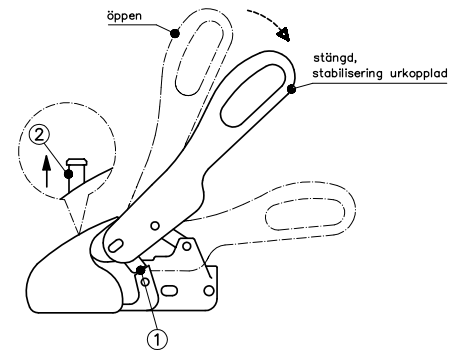
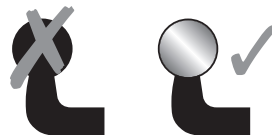

Bild 4 : Påkoppling
Bild 8 : "metallblank"
Använd handtagen på släpvagnen för rangering och inte WS 3000/3500's manöverspak. Den öppna kulkopplingen läggs på dragfordonets dragkula (bild 4). Genom kultrycket och en eventuell extra belastning av dragstången, låses kulkopplingen automatiskt och säkringsckenorna (1) på sidorna står parallellt med kopplingshusets säkringsytor (bild 4). Om dragkulan är i kopplingshuset syns kontrollindikeringens (2) gröna stift (bild 4).
Vid längre driftuppehåll bör släpvagnen parkeras med låst kulkoppling. Lyft för detta det öppna manöverhandtaget (bild 4) och dra samtidigt kulskålen (rörlig del – bild 8) framåt eller tryck in SAFETY BALL i kulskålen och stäng manöverspaken långsamt.
Dragkulan måste vara måttiktig, oskadad, ren och fettfri. Vid dacrometbehandlade (matt silverfärgat korrosionsskydd) liksom lackerade dragkular måste belägningen **före den första körningen** avlägsnas helt med slippapper med en kornstorlek på 200-240 och därefter rengöras med t ex förtunning eller sprit så, att den inte kan fastna på friktionsbeläggens yta. Dragkulans yta måste vara "**metallblank**". (bild 8) En defekt eller smutsig dragkula ökar slitaget på friktionsbeläggen, en infettad dragkula reducerar stabiliseringseffekten avsevärt.